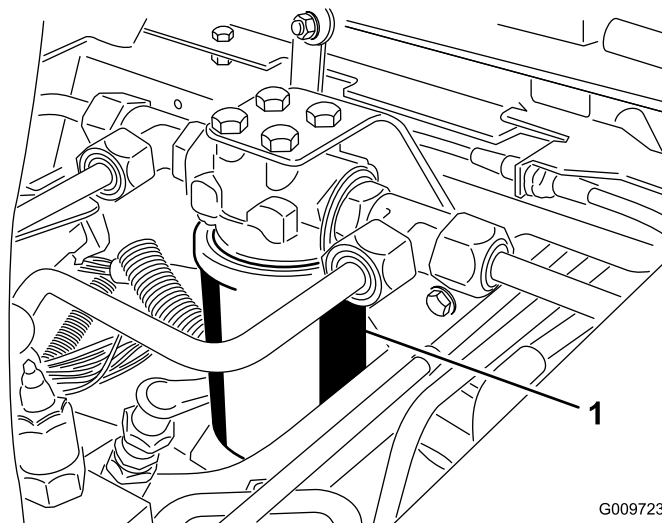
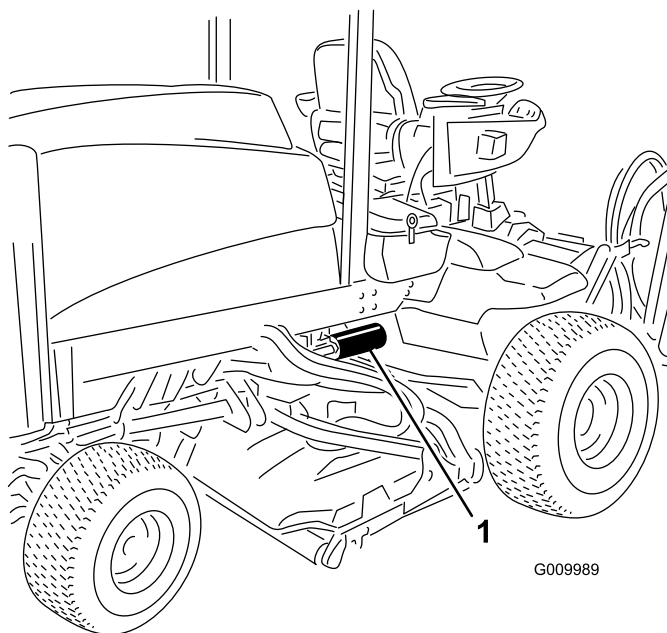

Figura 60
Figura 61
3. Coloque um recipiente de escoamento debaixo do filtro e retire o filtro (Figura 60 e Figura 61).